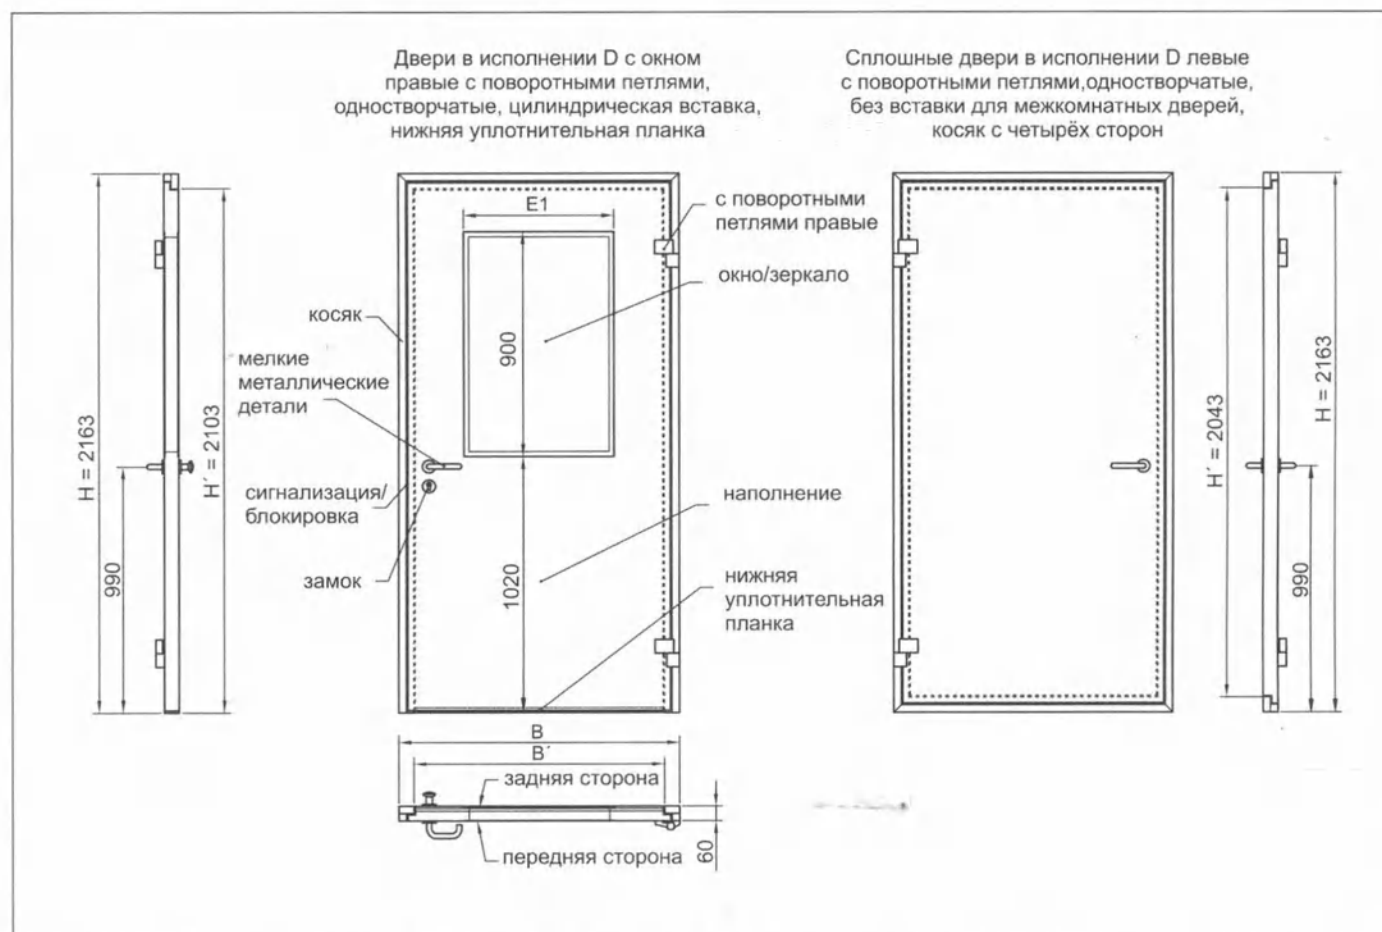

Рис.1 Двери в исполнении D с поворотными петлями одностворчатые.
4.1 Двери в исполнении D с поворотными петлями (табл. 1, рис. 1, 2, 5)